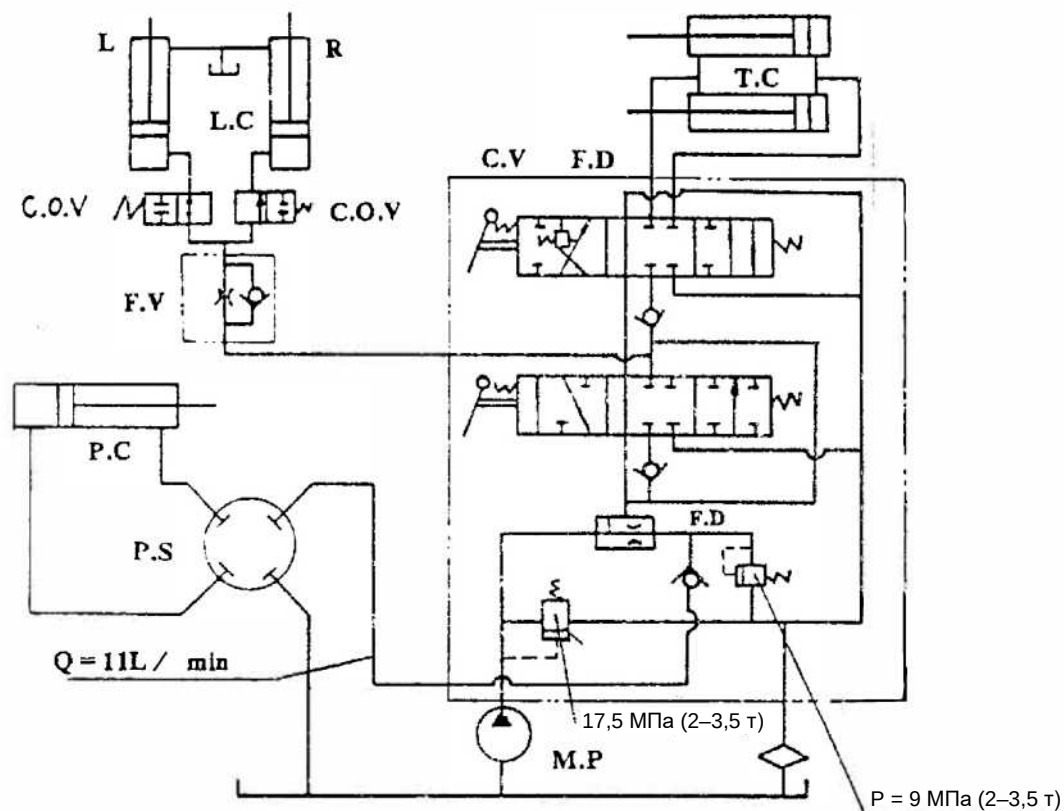

Рис. 9-7. Масляный контур гидравлической системы
9.4 Масляный контур гидравлической системы (главный масляный контур) (рис. 9-7)